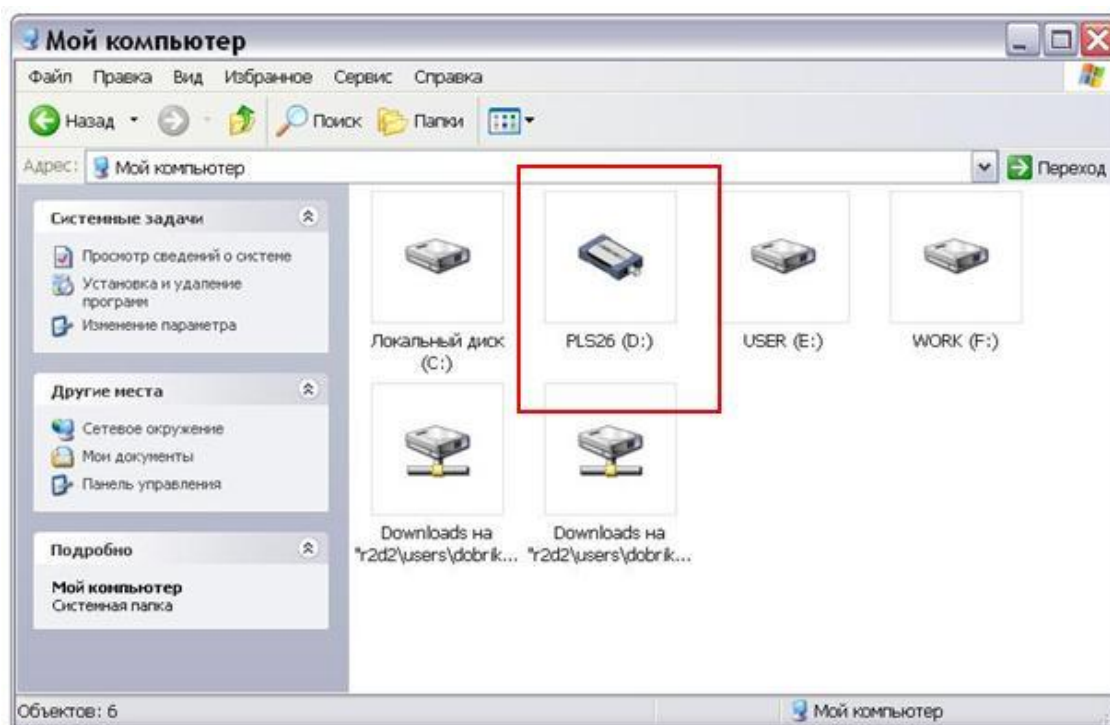
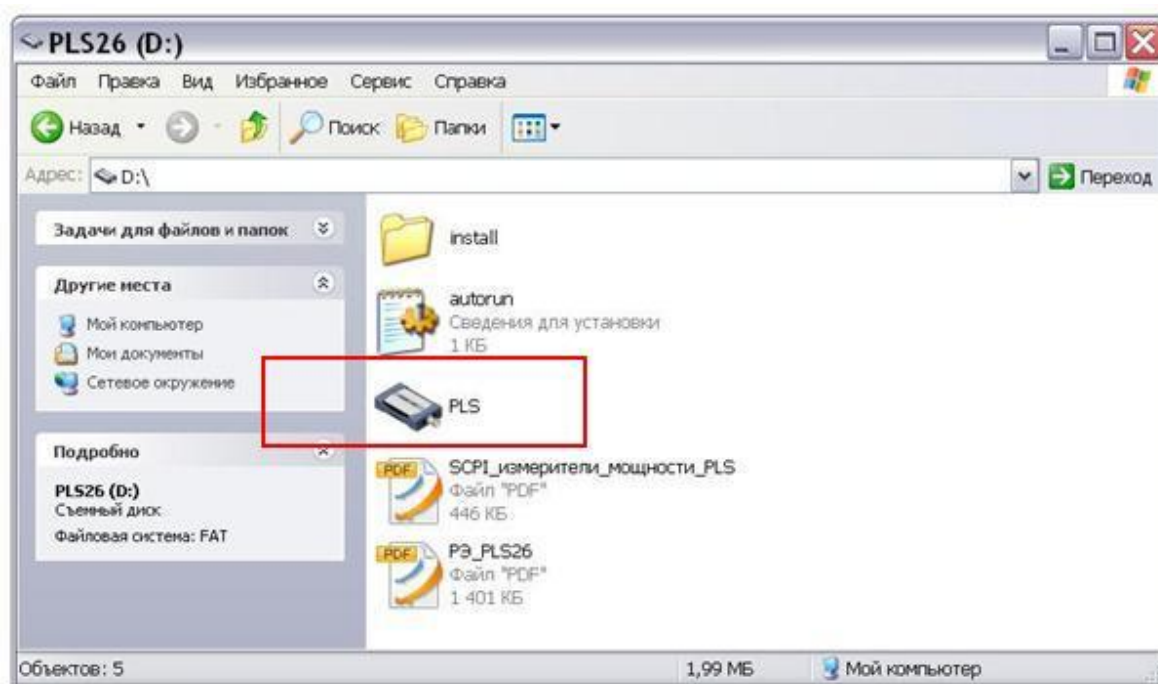

Рисунок 5.2 – Отображение флеш-диска PLS26 в окне «Мой компьютер»
Рисунок 5.3 – Отображение флеш-диска PLS26 с программой *PLS-Client* и документацией
5.2.3 При подключении к ПК, на котором не установлены USB драйвер и ПО PLS-Client, операционная система определит подключение портативного диска с названием PLS26/PLS50 (рисунок 5.2), в корневом каталоге которого расположен файл PLS.exe (рисунок 5.3). Запустите файл PLS.exe (для первого запуска могут потребоваться права администратора). Произойдет запуск мастера установки USB драйвера и программы PLS-Client.